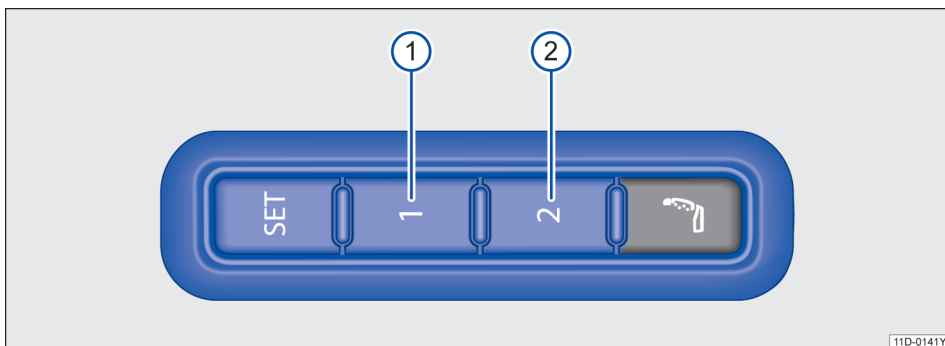

图 63 记忆位置图示
- 按压按钮  → 图 63。
- 在 10 秒钟内按压需要设置的记忆按钮① 或 ②。一个声音信号确认存储于该记忆按钮的位置设置成功。